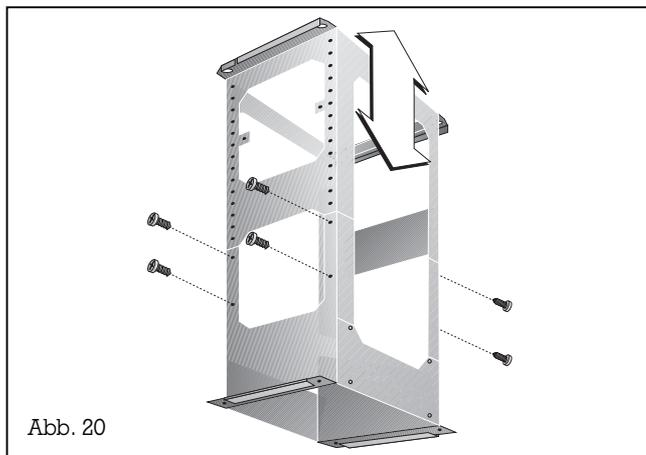

Abb. 20
4. Stellen Sie die gewünschte Höhe des Tragegestells ein und schrauben Sie die 8 Schrauben fest (bzw. 12 Schrauben bei den langen Kaminversionen). Die Länge des Tragegestells kann im 20 mm Raster eingestellt werden (Abb. 20).